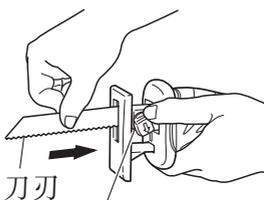
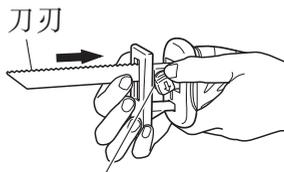

图 7
图 8
(3) 推压着手柄，将刀刃完全插入柱塞端部的缝隙中。可朝上或朝下安装此刀刃。(图 7, 图 8)